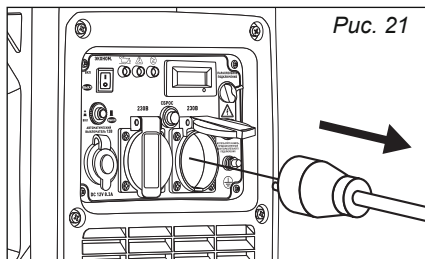

Рис. 21
1. Отключите все электроприборы (рис. 21).